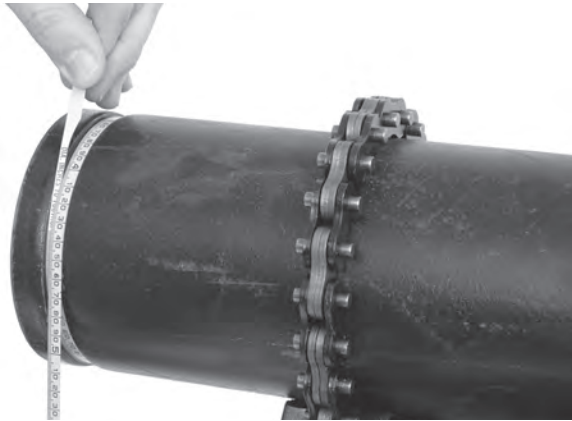

Figure 18 – Vérification du diamètre en fond de rainure à l'aide d'un ruban
2. Mesurez le diamètre en fond de rainure du tuyau à l'aide du ruban optionnel indiqué dans la rubrique *Accessoires*. Entourez le fond de rainure en vérifiant que le ruban reste à plat, puis relevez le diamètre indiqué (*Figure 18*). Comparez le diamètre de fond de rainure au diamètre indiqué aux tableaux II ou III, ou bien celui indiqué par le fabricant des raccords.